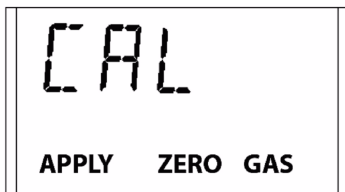

Fig. 10 Messaggio di richiesta erogazione gas di zero
- l'indicazione **APPLY ZERO GAS** [→ Fig. 10].